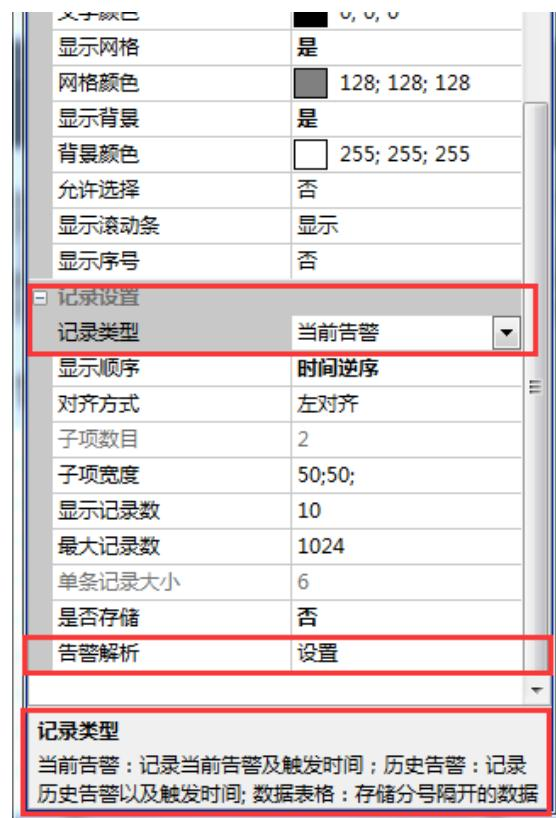

图 4-50 数据记录控件属性设置
- 1、设置数据记录控件的“记录类型”为“当前告警”或“历史告警”，如图 4-50 所示；